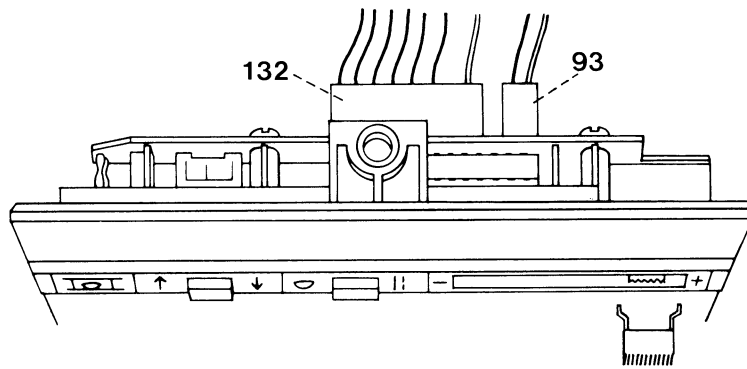

Fig. 40b
- Enficher les deux fiches 93 et 132 du circuit imprimé du tableau de commande de telle manière sur le circuit imprimé que les fils blancs se trouvent à droite (fig. 40b).